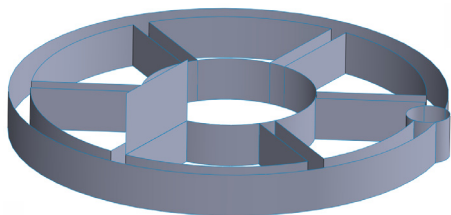

图 7-48 创建延展曲面效果
(5) 单击【确定】按钮, 即可创建延展曲面，如图 7-48 所示。